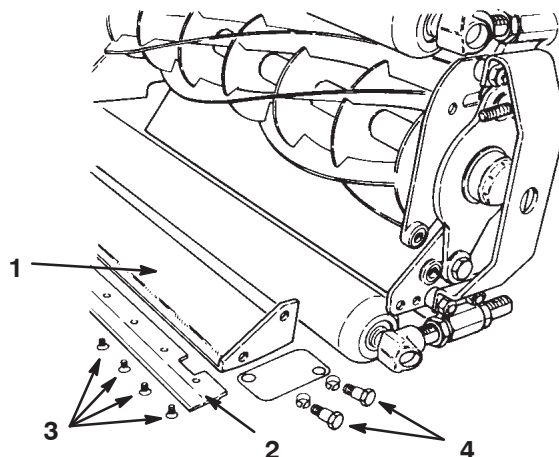

Bild 26
2. Nehmen Sie die Befestigungsschrauben für das Untermesser ab, und trennen Sie das Untermesser vom Untermesserträger (Bild 26). Werfen Sie die Schrauben weg.